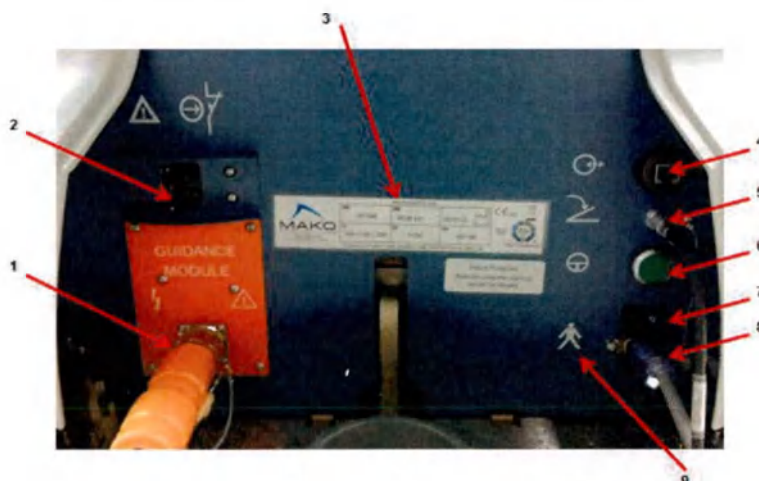

Рис. 2. Отсек с нижней панелью пользователя (Мако)
- Заводская табличка системы** – табличка с паспортными данными Мако. На заводской табличке указан серийный номер системы, номер модели, каталожный номер, дата изготовления, напряжение, сила и частота тока, а также применимые стандарты (Рис. 2).